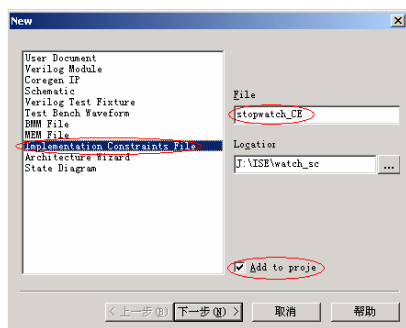

图9-69 新建实现约束文件资源
- (1) 当工程实现完成后单击新建资源快捷按钮，弹出新建资源对话框，选择新建资源类型为“Implementation Constraints File”，新建文件名为“stopwatch_CE”，并直接加入到工程中，如图 9-69 所示。